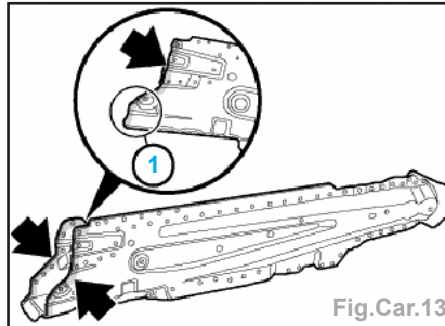

Fig.Car.13
• Pour éviter les bruits de craquement, la bride (1) doit être découpée jusqu'au bord de l'enveloppe extérieure du longeron (2) sur la partie avant du longeron percée avec le raidisseur.
- veiller particulièrement à ce que des trous supplémentaires pour le soudage en bouchon soient bien percés aussi des deux côtés dans la zone (1) (Fig.Car.13).